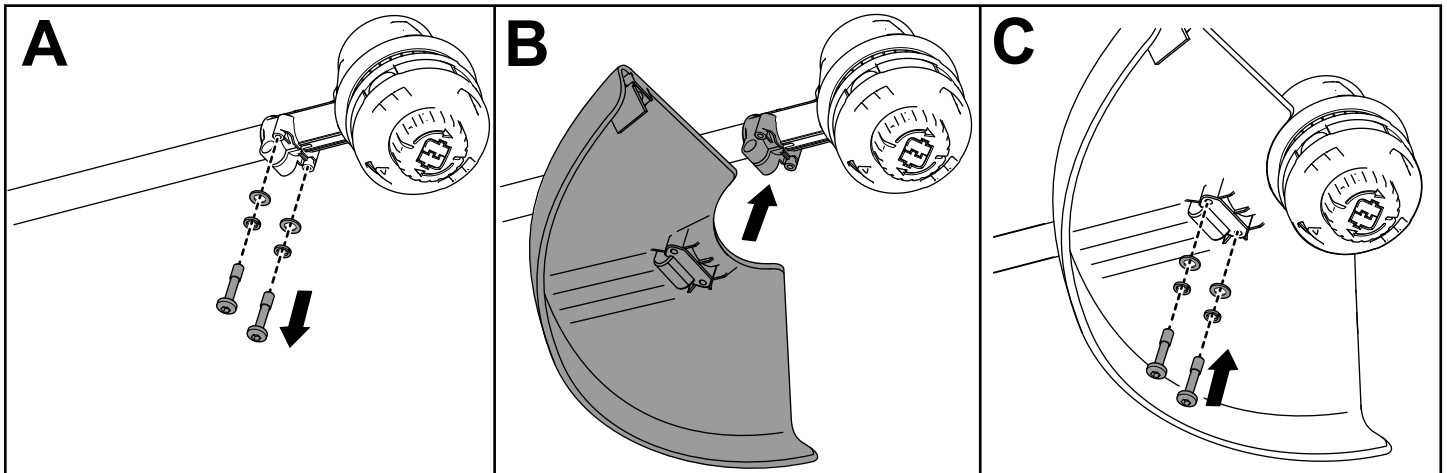

Bild 5
1. Entfernen Sie mit dem mitgelieferten Innensechskantschlüssel die 2 Zylinderkopfschrauben, 2 Unterlegscheiben und 2 Distanzstücken von der Freischneiderbasis (A in Bild 5).
2. Richten Sie den Schutz auf der Freischneiderbasis aus (B in Bild 5).